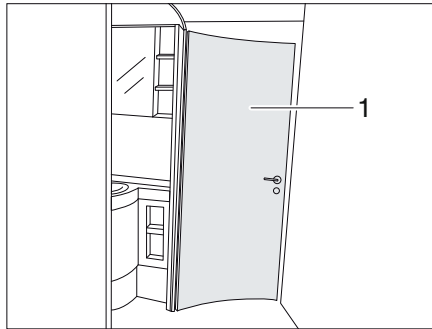

Bild 220 Badrum
Toalettdörren (Bild 220,1) kan låsas i 1-3 olika öppningsvidder, beroende på utförande, till ett badrum. Beroende på vald öppningsvidd förbinds olika rumsdelar med varandra.
- ▷ Toalettdörren (Bild 220,1) får inte användas som rumsavskiljare under körning. För dörren i normalläge (toalettområde isolerat).